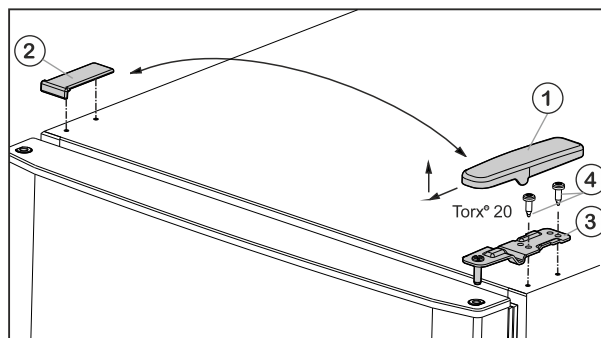

Fig. 5
- ▶ Kryt Fig. 5 (1) stáhněte dopředu a nahoru.
- ▶ Kryt Fig. 5 (2) zvedněte.
- ▶ Horní stojan ložiska *Fig. 5 (3)* odšroubujte (2 krát Torx® 20) *Fig. 5 (4)* a stáhněte nahoru.
- ▶ Horní stojan ložiska *Fig. 5 (3)* vložte na nové straně závěsu do dvířek.
- ▶ Horní stojan ložiska **pevně přišroubujte (4 Nm)** (2krát Torx® 20) *Fig. 5 (4)*. Popřípadě použijte akumulátorový šroubovák.
- ▶ Kryt *Fig. 5 (1)* na opačné straně zvenčí nasadte a nechte zaklapnout.
- ▶ Kryt *Fig. 5 (2)* vždy na opačné straně shora nasadte a nechte zaklapnout.